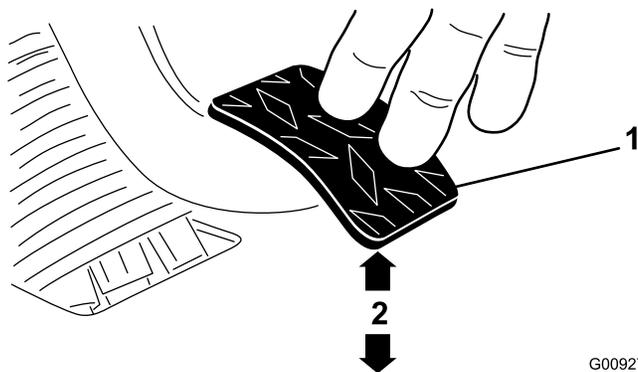

図 64
3. ジャムナットまたはボールジョイントを調整する 1.8 kg の力でクラッチペダルを踏んだ時にペダルの裏面の下端が床のダイヤモンド柄の頂部から 9.2-9.8 cm になるようにする 図 64。